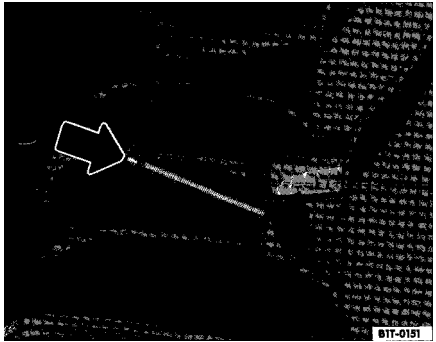

Fig. 125 Frein a main entre les sieges avant
- Serrez le frein a main a fond en relevant le levier vers le haut fig. 125.
- Soulevez legerement le levier de frein main, appuyez sur le bouton de verrouillage dans le sens de la fleche fig. 125 et abaissez entierement le levier